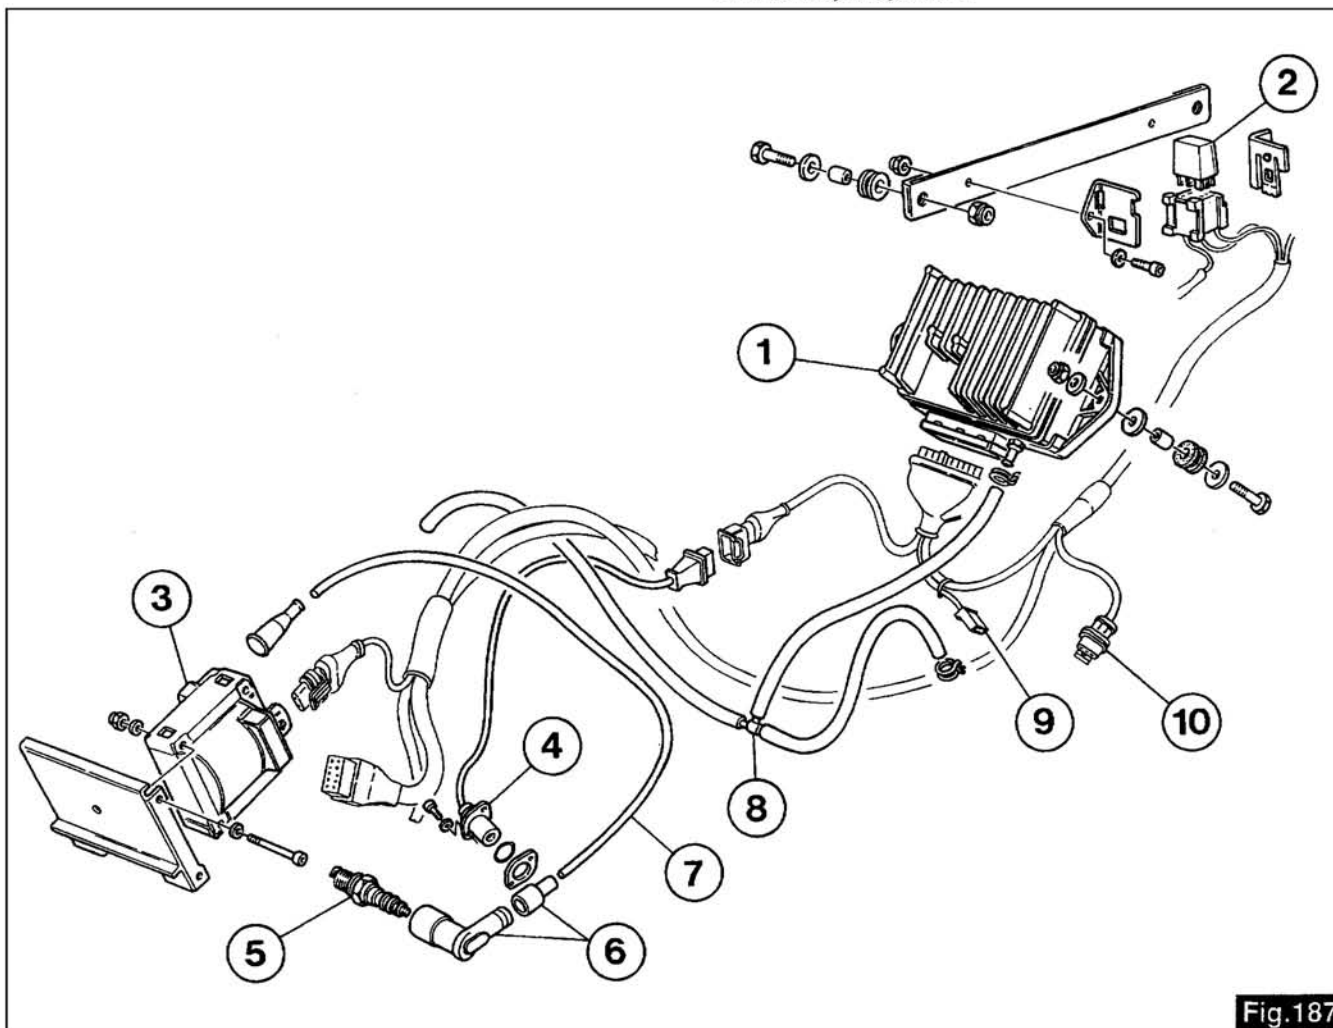

Fig.187
- En cas de besoin, réduire l'avance de 2° en reliant entre eux le câble «9» et la masse (fig. 187).
- Im Bedarfsfall kann die Zündvorstellung um 2° herabgesetzt werden, dies indem man das Kabel «9» an Masse schließt (Abb. 187).